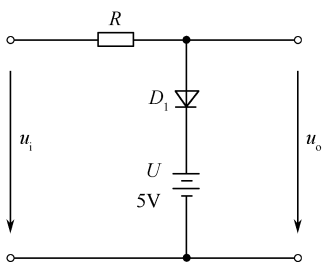

图 2-19 习题 2.6 图
2.6 在图 2-19 所示电路中, $U = 5V$, $u_i = 10\sin\omega tV$, D 为理想二极管, 试画出电压 u_o 的波形。